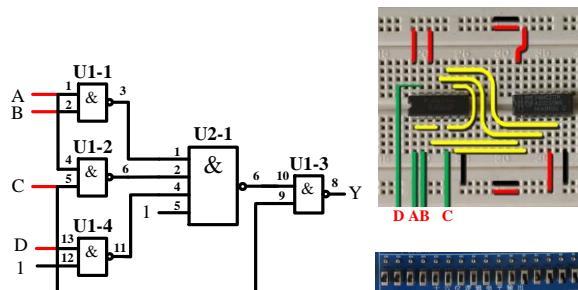

图 13 连接输入信号
5、**连接输入信号,** 将输入信号 A、B、C、D 对应管脚, 用一头直一头弯的丁字线, 与实验箱上的逻辑电平开关连接, 如图 13 所示